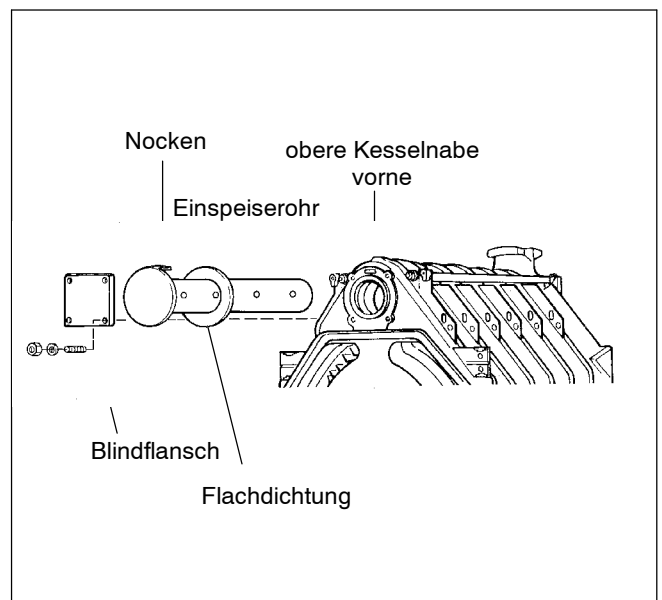

Abb. 19
- Flachdichtung über das Einspeiserohr schieben (Abb. 19).
- Einspeiserohr entsprechend Abb. 19 in die obere Kesselnahe von vorne einschieben.
- ☞ Der Nocken (Abb. 19) am Abschlußblech des Einspeiserohres muß sich in die Aussparung in der oberen Kesselnahe setzen. Das Einspeiserohr ist dadurch immer so fixiert, daß die Auströmöffnungen des Einspeiserohres waagrecht liegen und eine optimale Wasserverteilung im Bereich der oberen Kesselnahe garantieren.